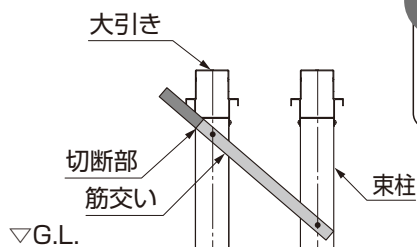

図4-1 側面側
- ①筋交いの取付位置を確認し、束柱からはみ出さないように切断してください。(図4-1参照)